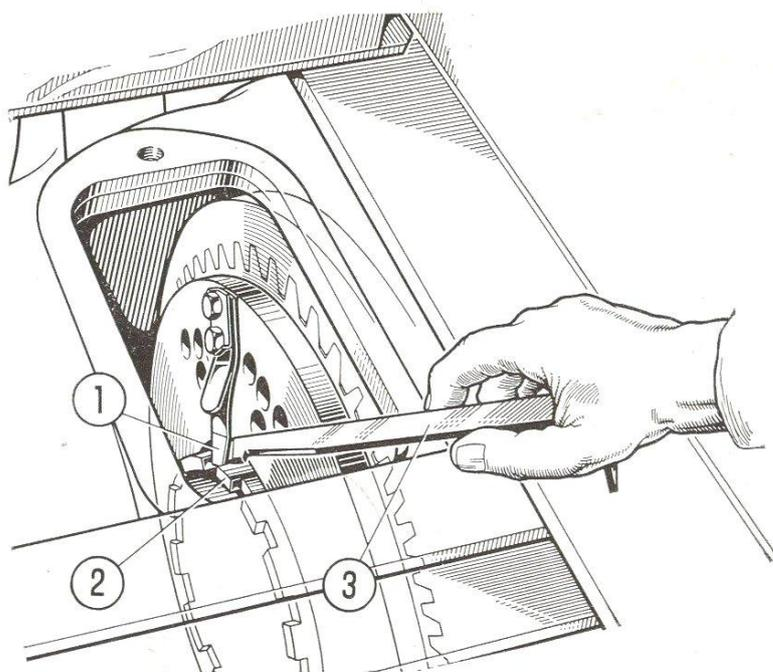

Fig. 14. - Réglage de l'embrayage central.
- Déposez la batterie droite et enlevez le couvercle de visite (voir fig. 14).